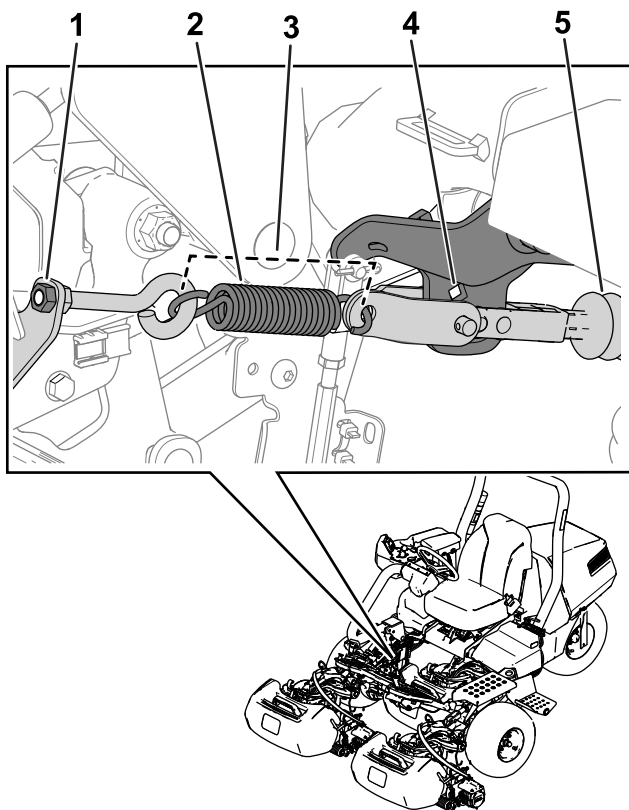

Figura 30
**Nota:** Consulte a Figura 30 para obter este procedimento.
5. Liberte a tensão da mola desapertando a porca que prende o parafuso com olhal ao suporte da mola (Figura 30).
3. Instale a mola como se mostra na Figura 30.
4. Aperte a porca com olhal de forma a que o comprimento da mola seja de 11,4 cm quando instalada (Figura 30).